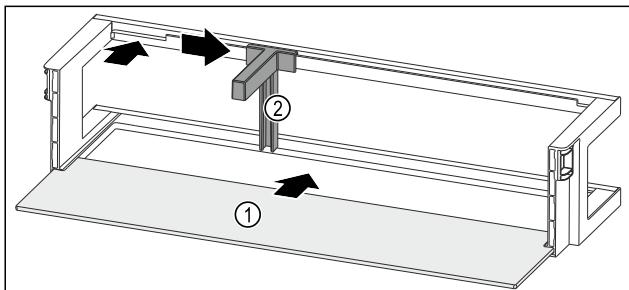

Fig. 101 Dørhylle med oppstillingsplass
- Skjyv oppstillingsplassen Fig. 101 (1) inn i fordypningene på sidene.
- Sett inn flaskeholderen Fig. 101 (2) i fordypningen.
- Skjyv flaskeholderen Fig. 101 (2) i ønsket posisjon til side.